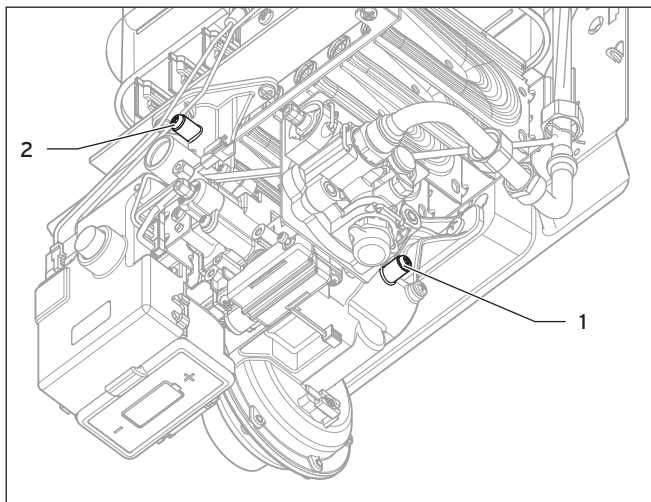

Abb. 5.1 Messstutzen Gas-Anschlussdruck
- Schrauben Sie die Dichtungsschraube des Anschlussdruck-Messstutzens (1) heraus, siehe Abb. 5.1.